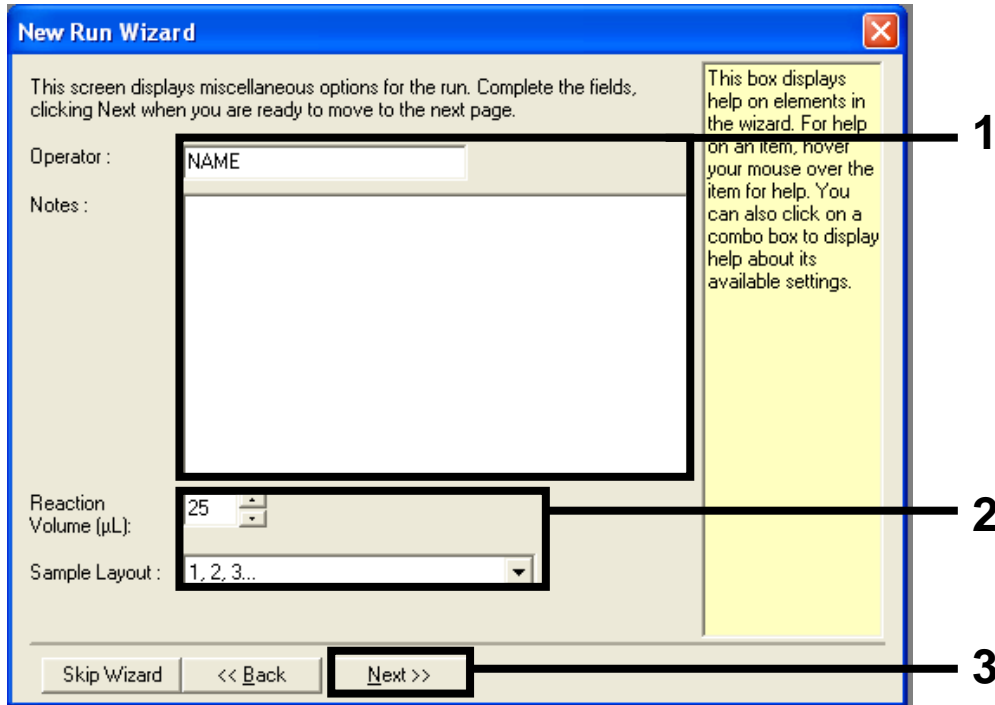

Ilustración 34. Pantalla de opciones "New Run Wizard" (Asistente para series nuevas)
3. Introduzca el nombre del usuario. Añada las notas que desee y compruebe que el volumen de reacción esté configurado en 25 y que "Sample Layout" (Disposición de muestras) indique "1, 2, 3...". Haga clic en "Next" (Siguiete) (ilustración 34).